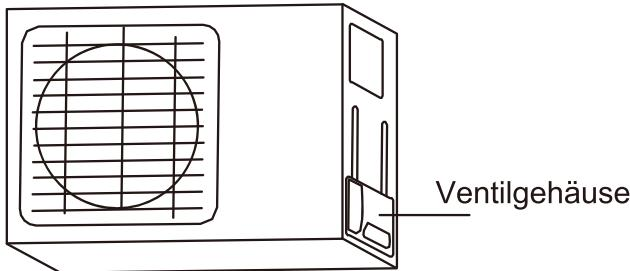

Abb. 5.9
1. Nehmen Sie den Deckel aus den Ventilen auf der Seite der Außeneinheit (Siehe Abb. 5.9)